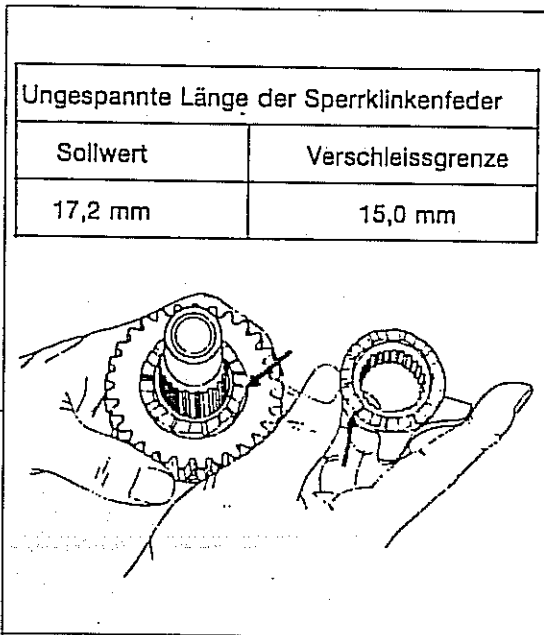

Bild 174
- Gasperre des Kickstarters auf Beschädigung und Verschleiss prüfen. Siehe Bild 174.